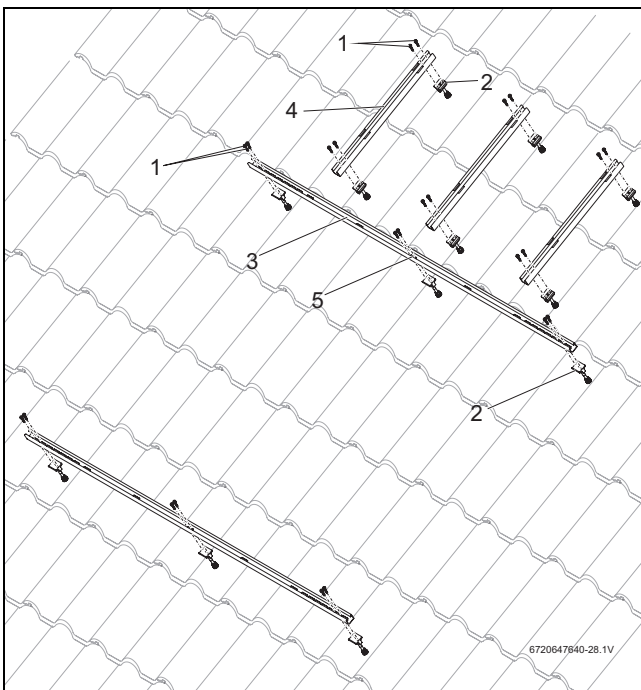

Fig. 42 Fijar el perfil al caballete de soporte
- ▶ Fijar los perfiles del captador (→ Fig. 42, [3]) con dos tornillos cada uno [1] en el caballete de soporte [2]; empezando por el agujero alargado inferior.
- ▶ Fijar los perfiles del acumulador (→ Fig. 42, [4]) con dos tornillos cada uno en el caballete de soporte; empezando por el agujero alargado central [5].